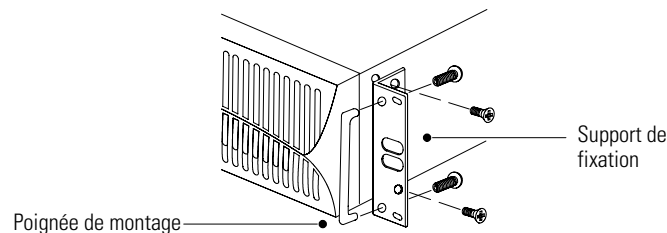

Figure 4. Installation des supports de fixation
2. Fixez les poignées de montage fournies aux supports de montage à l'aide des vis fournies (voir Figure 4).